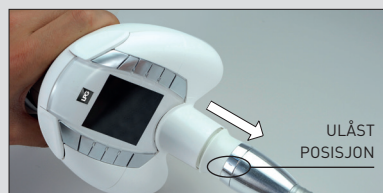

FIG. 4
- Koble fra den elektriske koblingen, som forklart i forrige avsnitt (**fig. 4**).